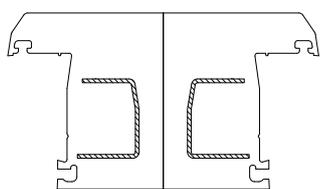

Рис. 1 Соединение 2-х коробок (рам)
9.2.1 Использование скрытого соединителя (рис.1)